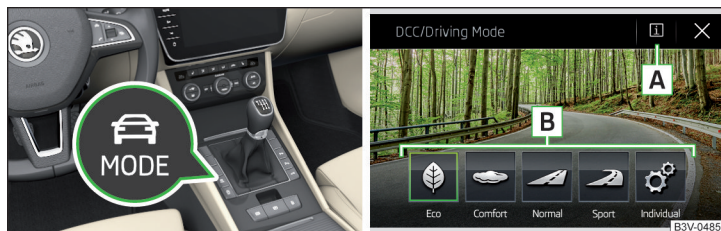

Fig. 306 Tecla para la selección del modo de conducción / Visualización en la pantalla Infotainment
► Presionar la tecla  **MODE** » fig. 306.
En la pantalla del Infotainment se muestran las siguientes superficies funcionales » fig. 306.
- Por la pulsación de la superficie funcional correspondiente en la pantalla del Infotainment » fig. 306.